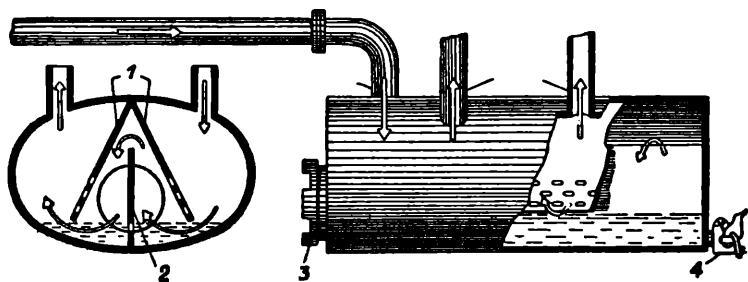

Рис. 38. Вступний очищувач.
отвір (7). Повітря, ссане мотором або вентилятором, входить через прислону (5) і дещі (10) до огнища, а газ виходить в напрямі стрілок, потім трубою (8) до вступного очищувача (рис. 38). У вступнім очищувачі газ очищується від попелу і води, яку можна випускати отвором (4). Зі вступного очищувача йде газ до холодильниці (рис. 39 а), а звідси по охолодженню до властивого очищувача